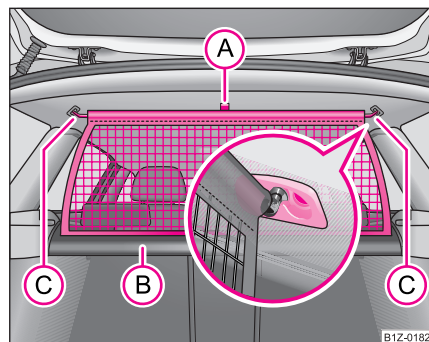

Fig. 87 Desenrollar la red divisoria
- Tire de la barra transversal un poco hacia atrás, primero en un lado y seguidamente en el otro lado, y saque la barra transversal de los alojamientos (C) ⇒ **página 104, fig. 87.**
- **Mantenga** la barra transversal de tal modo, que la red divisoria pueda enrollarse lentamente y sin daños en la caja (B).